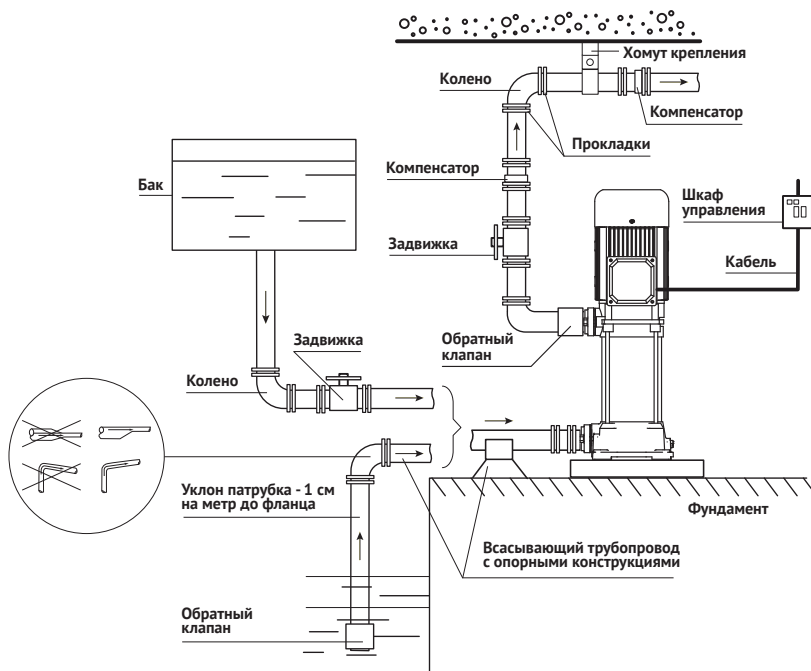

Рисунок 5 - Типовая схема монтажа
- 1 Для всасывающего трубопровода (см. рисунок 5) следует использовать жесткие металлические или пластиковые трубы. Также рекомендуется использовать гибкие металло-рукава или вставки (компенсаторы), чтобы избежать передачи вибраций от насоса к трубам и наоборот.
- 1 Внутренний диаметр напорного трубопровода (см. рисунок 5) должен соответствовать внутреннему диаметру напорного патрубка насоса.